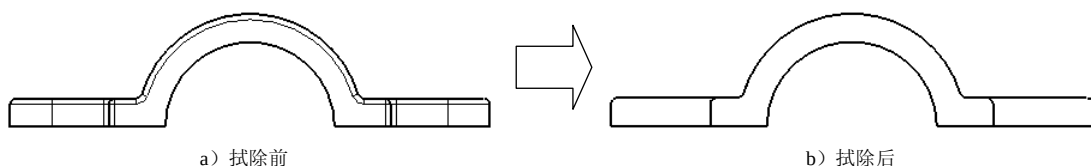

图 3.12.9 拭除直线
Step2. 在主视图中拭除不需要显示的直线，如图 3.12.9 所示。具体操作如下：